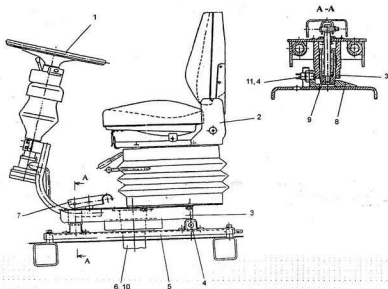

Рис. 5 Реверсивный пост управления
Ввиду необходимости движения снегоочистителя при работе ротора в одну сторону, а при работе отвалом - в противоположную, в кабине снегоочистителя установлен реверс пост управления (рис. 5).
В состав реверсивного поста управления (рис. 5) входят:
- нажать ногой на педаль 7 (рис. 5) и развернуть пост управления на 180°. Разворот производить влево, если водитель сидит лицом к двигателю, и вправо, если водитель сидит